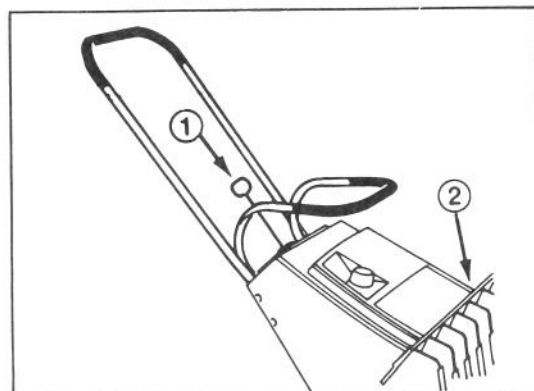

Fig. 5
1. JUSTERING AV VINGENE (Fig. 5) – Hold vingene i loddrett posisjon for mest effektiv snøfresing. Snøen kan imidlertid kastes til høyre eller venstre ved å rotere vingekontrollen. Ved lagring skal vingene være i loddrett posisjon.